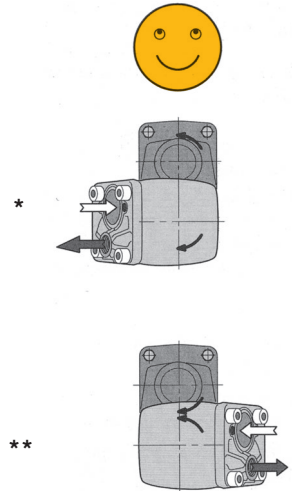

Fig. 3.
- Highest life: Pump mounted as in fig. 3.
- Längste Lebensdauer: Pumpe montiert wie in Fig. 3.
- Grande durée de vie: Pompe monté suivant fig. 3.